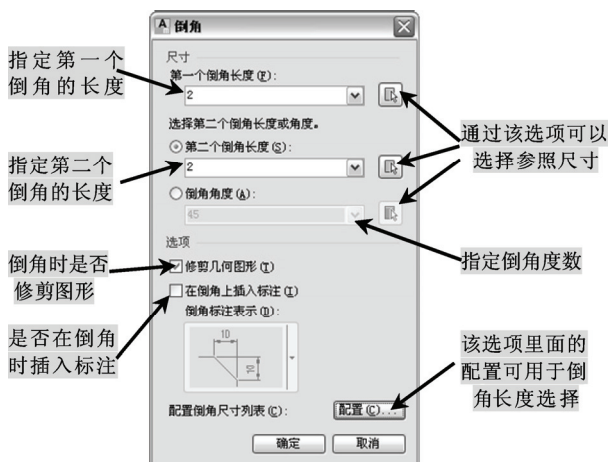
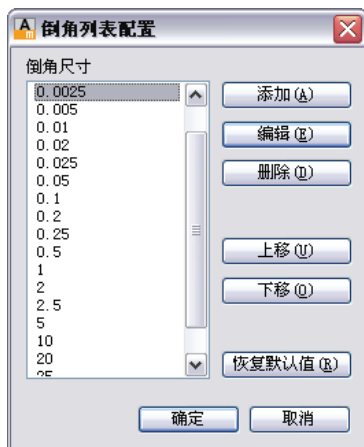

图 3-28 倒角对话框
图 3-29 “倒角列表配置”对话框
- ☑ 设置(S): 进入“倒角”对话框设置倒角相关尺寸,如图3-28所示。单击“配置”按钮进入“倒角列表配置”对话框设置倒角相关尺寸,如图3-29所示。